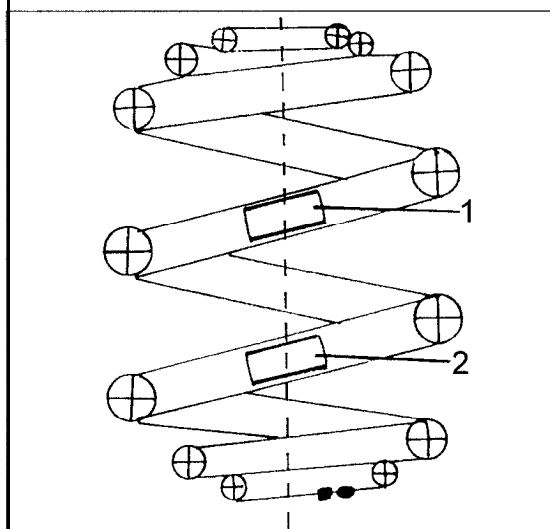

Bild 284
Federn sind an den in Bild 284 gezeigten Stellen mit Farbklecken gekennzeichnet. An Stelle (1) wird man immer eine gelbe Farbmarkierung vorfinden, welche auf die Ausführung der Feder hinweist. Unterschiedlich ist die Bezeichnung an Stelle (2). An dieser Stelle ist die Feder entweder mit einem roten oder blauen Farbklecks gezeichnet, welche auf die Spannungstoleranz der Feder hinweisen. Wird eine Feder erneuert, muss man immer eine Feder mit der gleichen Kennzeichnung einbauen.
- Die beiden Federsitze oben und unten in die richtige Lage bringen und die immer noch zusammengepresste Schraubenfeder dazwischen einsetzen. Da man die Feder verkehrt herum einbauen kann, benutzt man die Farbmarkierungen zur Ausrichtung. In Fahrtrichtung gesehen müssen die Farbkennzeichnungen an der Rückseite liegen. Eine Abweichung von mehr als 30° nach links oder rechts ist dabei nicht zulässig. Ausserdem muss sich die gelbe Markierung (1) in Bild 284 an der Oberseite und die blaue oder rote Markierung an der Unterseite befinden. Manchmal passiert es jedoch, dass man die Farbmarkierungen einer ursprünglichen Feder nicht mehr sehen kann. Auch hier gibt es eine Lösung. In diesem Fall den Auslauf der Federwicklung an der Unterseite in Fahrtrichtung gesehen links anordnen.